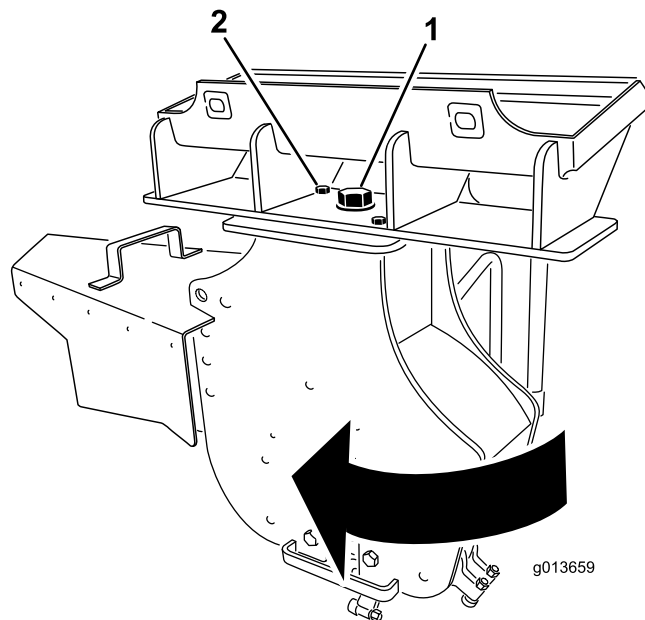

Figura 13
3. Afloje el perno grande situado encima del desbastador (Figura 13).
4. Retire el perno delantero y la tuerca que sujetan el desbastador (Figura 13).
5. Gire el desbastador 30 grados en el sentido de las agujas del reloj (Figura 13).
6. Apriete el perno grande situado encima del desbastador a 406 N·m, según se muestra en Figura 13.
7. Instale el perno y la tuerca en el taladro delantero y apriételes a 101 N·m, según se muestra en Figura 13.
13. Afloje el perno grande situado encima del desbastador (Figura 13).
14. Retire el perno delantero y la tuerca que sujetan el desbastador (**Figura 13**).
15. Gire el desbastador 30 grados en el sentido contrario a las agujas del reloj (**Figura 13**).
16. Apriete el perno grande situado encima del desbastador a 406 N·m, según se muestra en **Figura 13**.
17. Instale el perno y la tuerca en el taladro delantero y apriételos a 101 N·m, según se muestra en **Figura 13**.